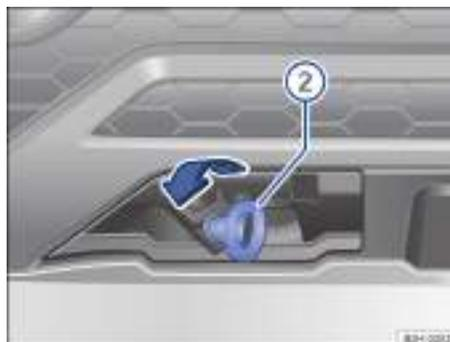

Fig. 167 En el lado derecho del paragolpes delantero: enroscar el gancho para remolque.
- Enrosque el gancho para remolque en el alojamiento girándolo al máximo **en el sentido contrario al de las agujas del reloj** → fig. 167 ②.
- Utilice un objeto adecuado con el que pueda enroscar completa y fijamente el gancho para remolque en su alojamiento → ①.